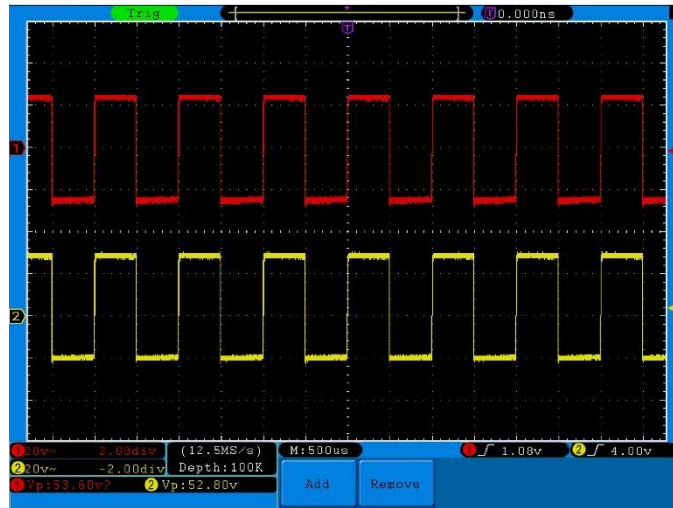

Fig. 79 Forma de onda de la medición de ganancia
8. Lea las tensiones de pico a pico del canal 1 y del canal 2 en la parte inferior izquierda de la pantalla (observe **fig. 79**).